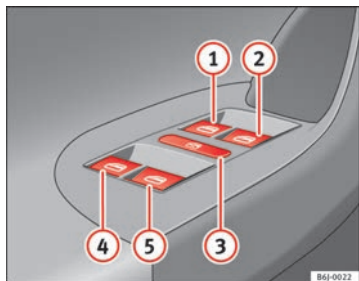

Abb. 51 Ausschnitt aus der Fahrertür: Tasten für die Fenster vorne und hinten
Die Tasten ⇒ Abb. 51 ①, ②, ④ und ⑤ weisen zwei Stufen zum Öffnen und zwei zum Schließen des Fensters auf. Dadurch ist es einfacher, die Öffnungs- und Schließvorgänge zu kontrollieren.